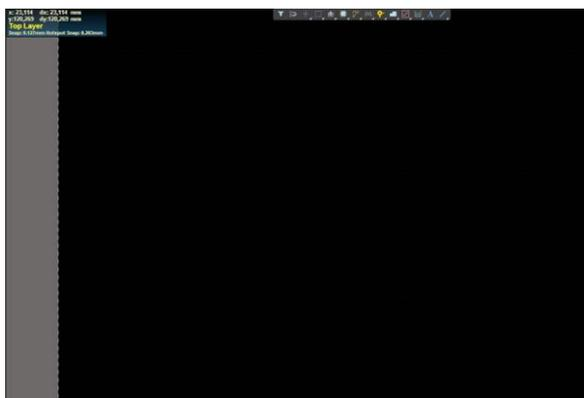

Рисунок 4 – Файл PCB
4. Созданную принципиальную схему необходимо отправить в редактор плат. Создаем файл PCB (рисунок 4) и передаем проектные данные из Schematic-файла.